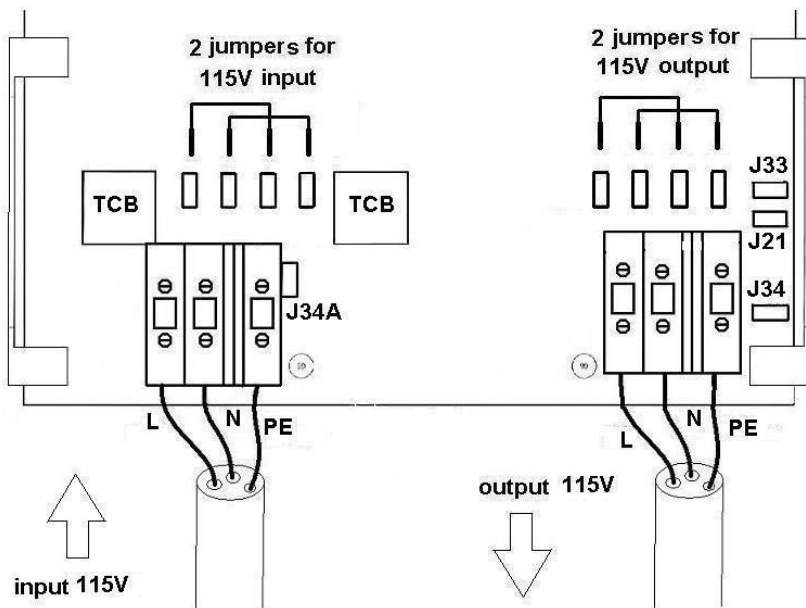

Abb. 3: Brückenschaltung bei 115/120 V Eingang/Ausgang
2.2.2 Bei 115/120 V Eingang/Ausgang, setzen Sie Brücken entsprechend Abb. 3.